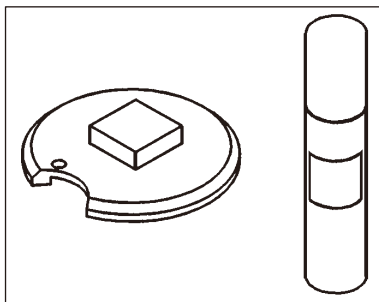

Fig. 19
- Fixați proba pe discul de probă cu adezivul de cianoacrilat (→ Fig. 19).